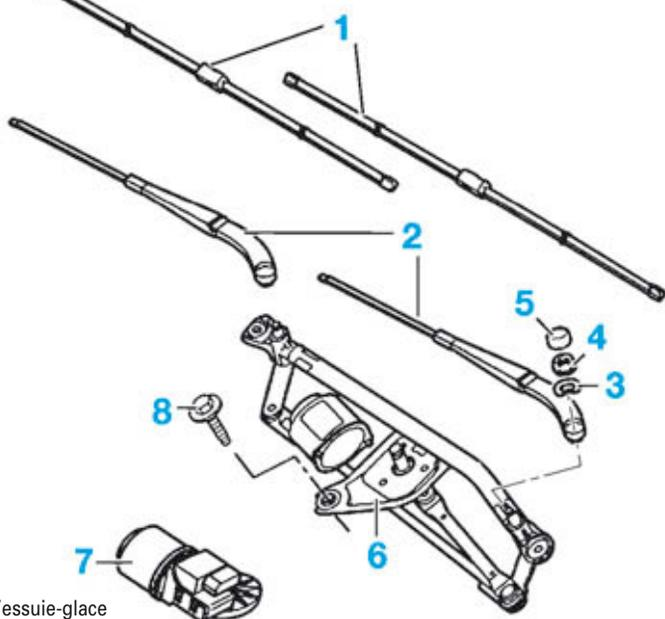

FIG.54
- Débrancher le connecteur (4) du dégivrage du rétroviseur (Fig.54).